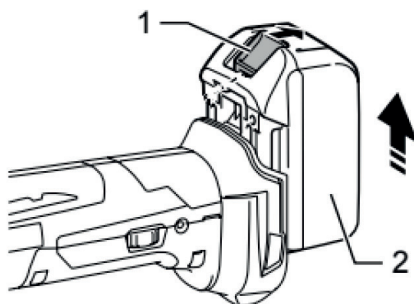

Рис. 2
- Извлеките аккумулятор из инструмента, нажав на кнопку разблокировки аккумулятора и потянув аккумулятор из устройства (рис. 2).